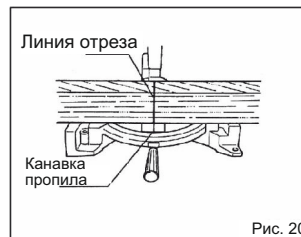

Рис. 20
- Часть заготовки, толщина которой равна толщине лезвия, будет срезана при использовании этого инструмента. Поэтому для точной резки расположите линию пропила слева или справа от канавки. (Рис. 20)